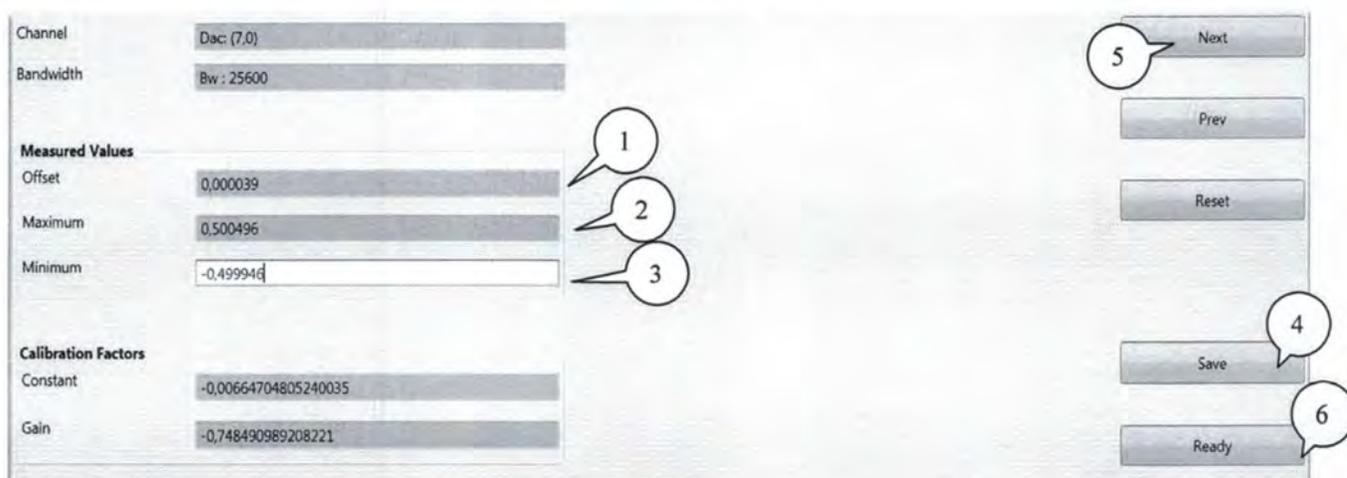

Рисунок 11
7.5.1.11 Ввести показания мультиметра в окно «Offset» (1) поля «Measured Values» (рисунок 11). Нажать клавишу «Enter» на клавиатуре.